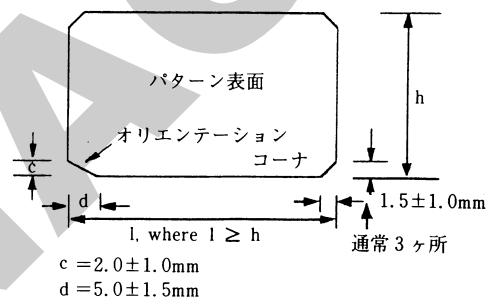

図 2
- 6.1 オリエンテーションコーナは図 2 の寸法のとおり、すべての基板に非対称である。